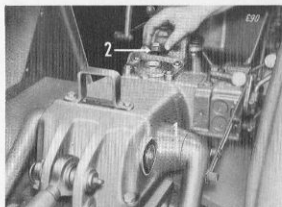

Fig. 7 Kontroll av oljenivån i hydraullyften
Rätt oljenivå syns i nivåglaset (1, fig. 7) på höger sida av hydraullyftshuset. För påfyllning av olja skruvas proppen (2) bort, varefter olja (SAE 10 eller hydraulolja) kan fyllas på.